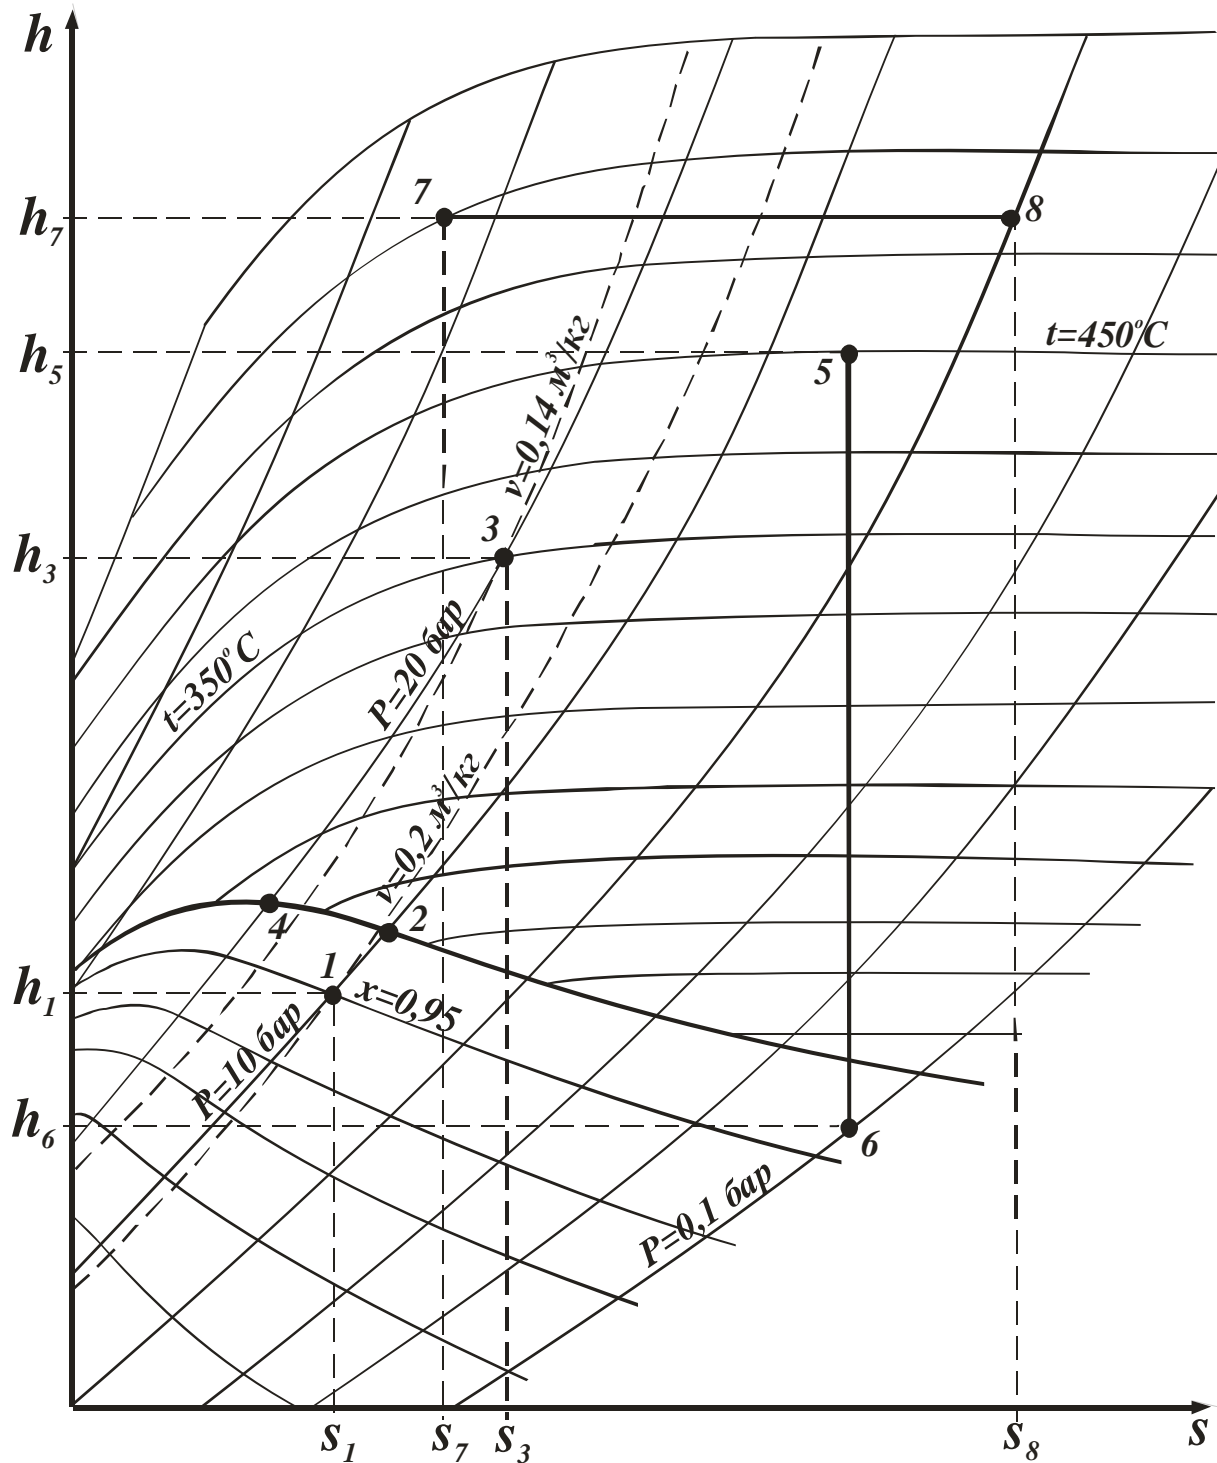

Рисунок 1 –  $hs$ -Діаграма водяної пари
**Рішення.** Користаючись  $h$ s-діаграмою, знаходимо точку **1**, що характеризує даний стан пари (рис. 1). Проектуючи її на вісь ординат, знаходимо значення ентальпії  $h_1=2675$  кДж/кг. Проектуючи цю ж точку на вісь абсцис, знаходимо значення ентропії  $s_1=6,38$  кДж/кг К.
Значення питомого об'єму знаходимо за допомогою пунктирних ліній постійного об'єму  $v_1=0,2$  м3/кг (рис. 1). Значення  $u$  знаходимо за формулою
**Рішення.** Користаючись  $hs$ -діаграмою, знаходимо точку 3, що характеризує даний стан пари, на перетинанні ізобари 20 бар та ізотерми  $350^\circ\text{C}$  (рис. 1). Проектуючи її на вісь ординат, знаходимо значення ентальпії
*Рішення.* Процес дроселювання зображується на  $h$ - $s$ -діаграмі горизонтальною лінією. Для визначення кінцевої точки процесу проводимо горизонталь з точки 7 до перетинання з ізобарою  $P=5$  бар (рис. 1).